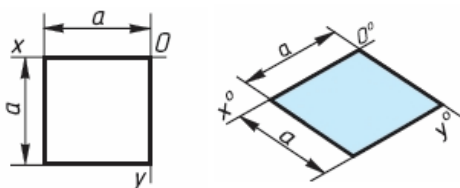

Рис. 75. Построение квадрата
**Квадрат.** По оси  $x^0$  от точки  $O^0$  (рис. 75) откладывают отрезок  $a$ , равный стороне квадрата, вдоль оси  $y^0$  - также отрезок  $a$ . Затем проводят отрезки, параллельные отложенным.